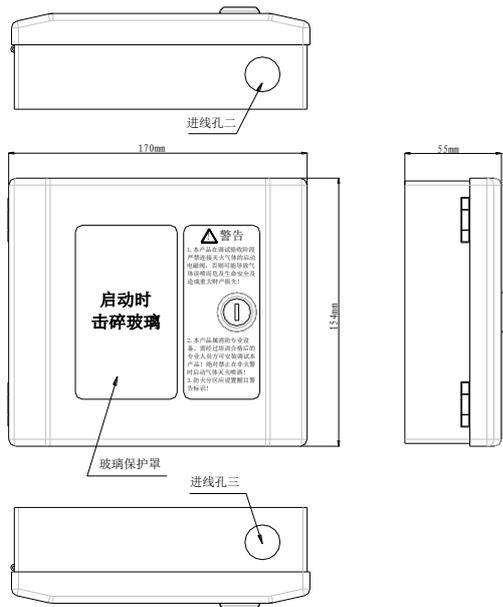
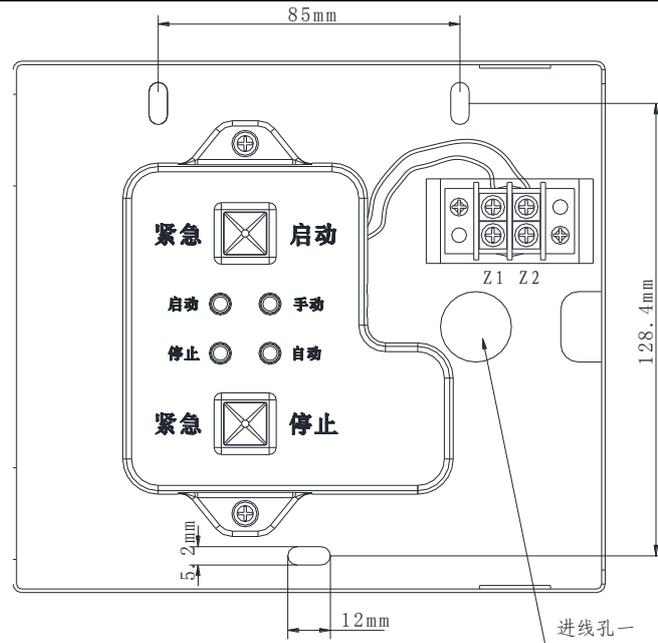

图 1
图 2
- 1、紧急启停按钮的外形示意图如图 1 所示，内部示意图如图 2 所示。
- 1、紧急启停按钮采用壁挂式安装，安装孔位置和安装孔距如图 2 所示。
- 2、为方便现场安装，紧急启停按钮提供两种进线方式，可根据现场具体应用选用合适的进线方式。方式一：总线从进线孔一进入紧急启停按钮内部（需将挡片除去），接到端子 Z1、Z2 上，如图 2 所示；方式二：总线通过进线管从进线孔二或进线孔三进入到紧急启停按钮内部（需将挡片除去），连接到 Z1、Z2 上，如图 1 所示。